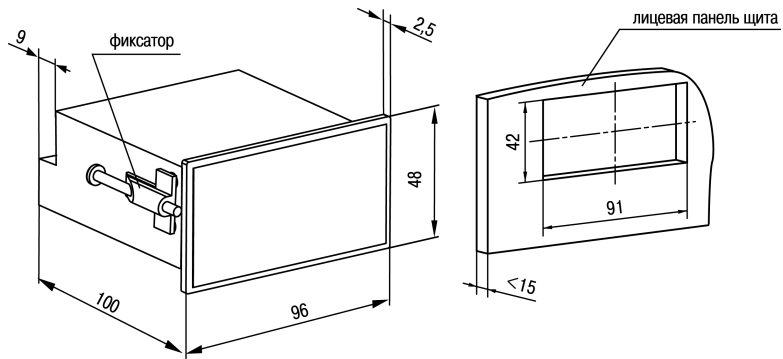

Рисунок 4.7 – Габаритные размеры корпуса Щ2
1. Подготовить на щите управления место для установки прибора (см. *рисунок 4.7*).